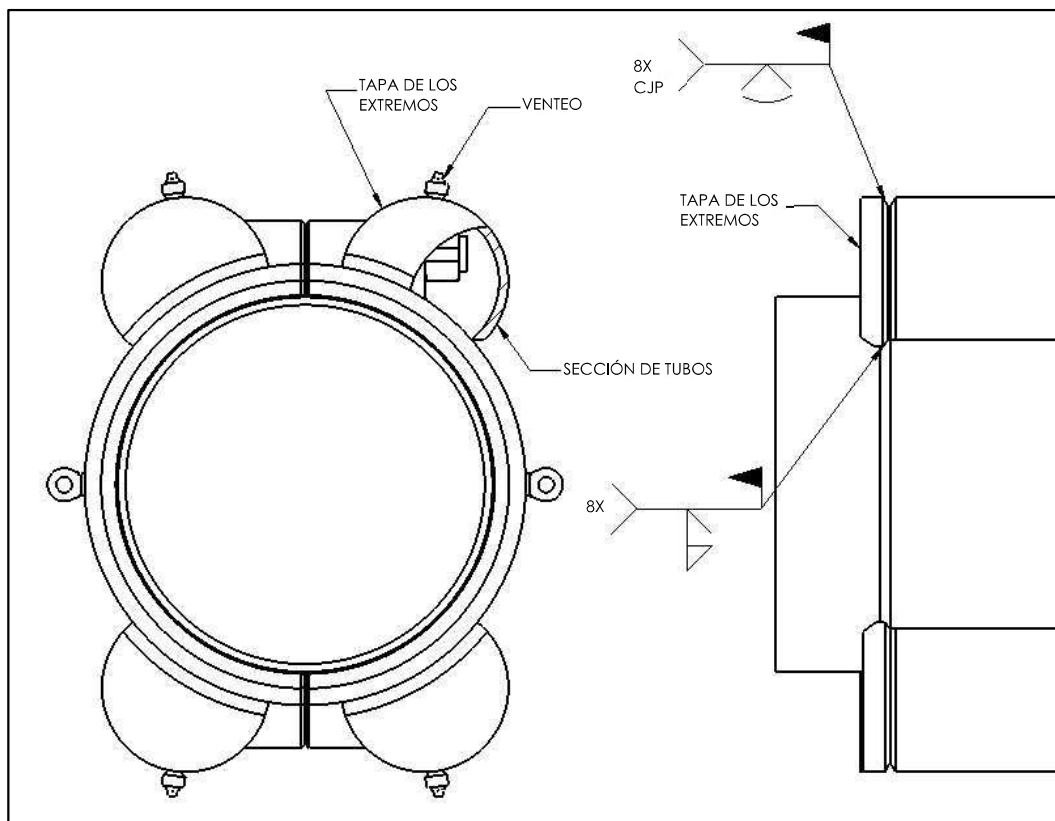

Figura 3
5. Encaje las tapas de los extremos a los extremos de las secciones de camisas y de tubos y suelde tal como se muestra en la Figura 3.